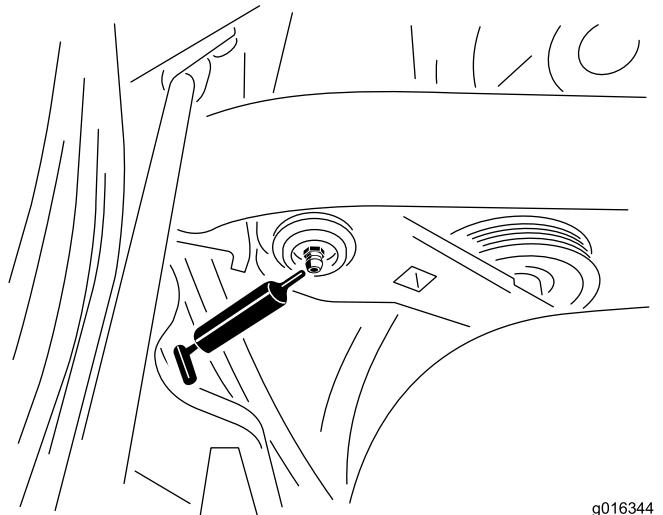

図 24
- 異物を入れてしまわないよう、グリスフィットイングをきれいに拭く図 24